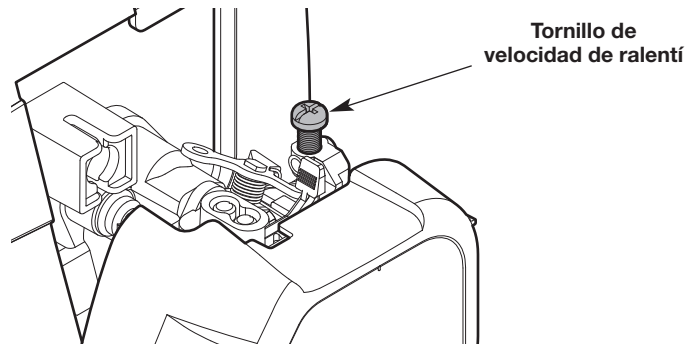

Fig. 23
- Si el motor se para, aumente la velocidad de ralentí. Use un destornillador Phillips pequeño para girar el tornillo de velocidad de ralentí en el sentido de las agujas del reloj, 1/8 de giro cada vez hasta que el motor funciona al ralentí de manera uniforme (Fig. 23).
- Si el cadena de sierra gira cuando el motor funciona al ralentí, reduzca la velocidad de ralentí. Gire el tornillo de velocidad de ralentí en el sentido contrario de las agujas del reloj, 1/8 de giro cada vez, hasta que se detenga el cadena de sierra (Fig. 23).